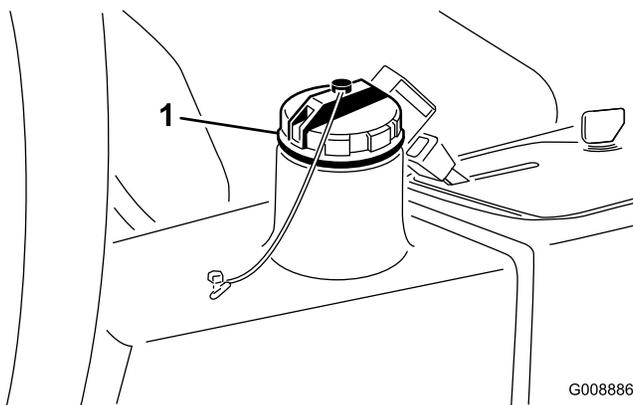

Figure 58
3. Remplissez le réservoir (Figure 58) d'environ 22,7 litres d'huile hydraulique ; voir Contrôle du système hydraulique.